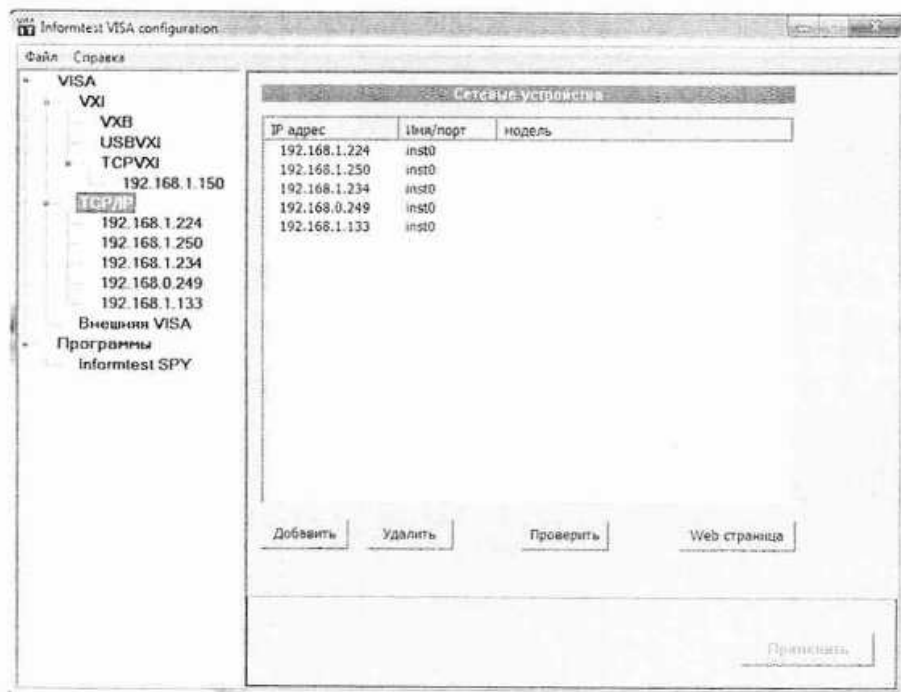

Рисунок 5 – Программная вкладка TCP/IP
- 2) Программная вкладка «TCP/IP» Данное вкладка служит для настройки параметров интерфейса TCP/IP (см. рисунок 5).